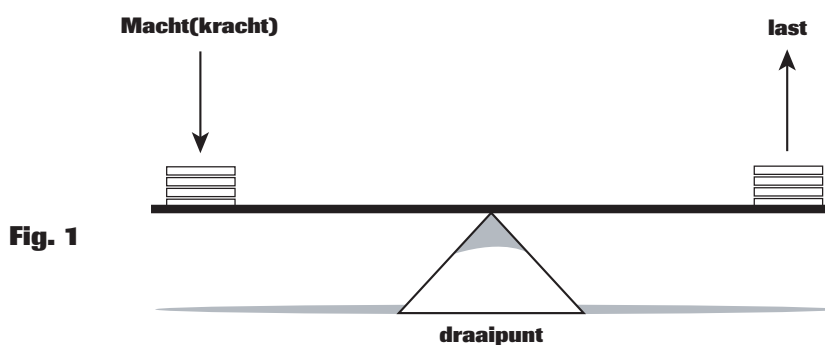

Fig. 1
- Bij de hefboom van de 1^e soort hieronder(fig.1) zijn de kracht en de last even ver van het draaipunt. Als je de last zwaarder maakt moet je meer kracht uitoefenen om evenwicht te krijgen.